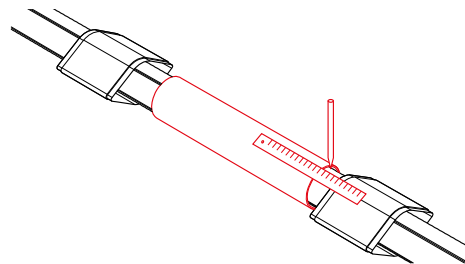

Рис. 4.7.4
4. Используя линейку (рулетку), отцентрировать положение муфты относительно оси стыка; нанести маркером соответствующие риски (рис. 4.7.4).